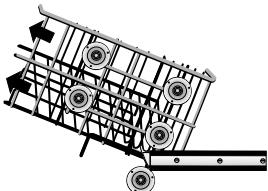

Figure 6/Illus. 6
- 1) Remove the empty upper rack by pulling it out of the dishwasher to the point that it can be lifted upward, as shown in Figure 6.
- 1) Enlever le panier supérieur vide en le tirant hors du lave-vaisselle jusqu'au point où il peut être soulevé, comme à la figure 6.
1) Desprenda el estante superior vacío por medio de jalarlo fuera de la lavadora hasta que pueda levantarla, tal como muestra la Ilustración 6.